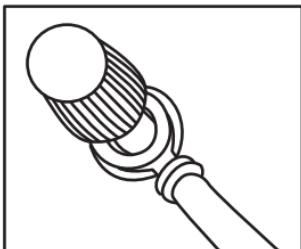

Fig. 1
- Allentare il dado rosso **16** del trasformatore di tensione **1**. Far scorrere l'apertura del terminale a forcetta rosso del cavo con connettore maschio dell'accendisigari per auto da 12 V **12** lungo l'attacco a vite **7** (vedere Fig. 1). Prestare attenzione a mantenere la rondella inserita fra il terminale a forcetta e il dado **16**.
- Allentare il dado nero **17** del trasformatore di tensione **1**. Far scorrere l'apertura del terminale a forcetta nero del cavo con connettore maschio dell'accendisigari per auto da 12 V **12** lungo l'attacco a vite da 12 V **8** (vedere Fig. 1). Prestare attenzione a mantenere la rondella inserita fra il terminale a forcetta e il dado **17**.
- Allentare il dado rosso **16** del trasformatore di tensione **1**. Far scorrere il terminale a forcetta rosso del cavo con morsetto di collegamento rosso **10** lungo l'attacco a vite da 12 V **7** (vedere Fig. 1). Prestare attenzione a mantenere la rondella inserita fra il terminale a forcetta e il dado **16**.
- Allentare il dado nero **17** del trasformatore di tensione **1**. Far scorrere il terminale a forcetta nero del cavo con morsetto di collegamento nero **11** lungo l'attacco a vite **8** (vedere Fig. 1). Prestare attenzione a mantenere la rondella inserita fra il terminale a forcetta e il dado **17**.